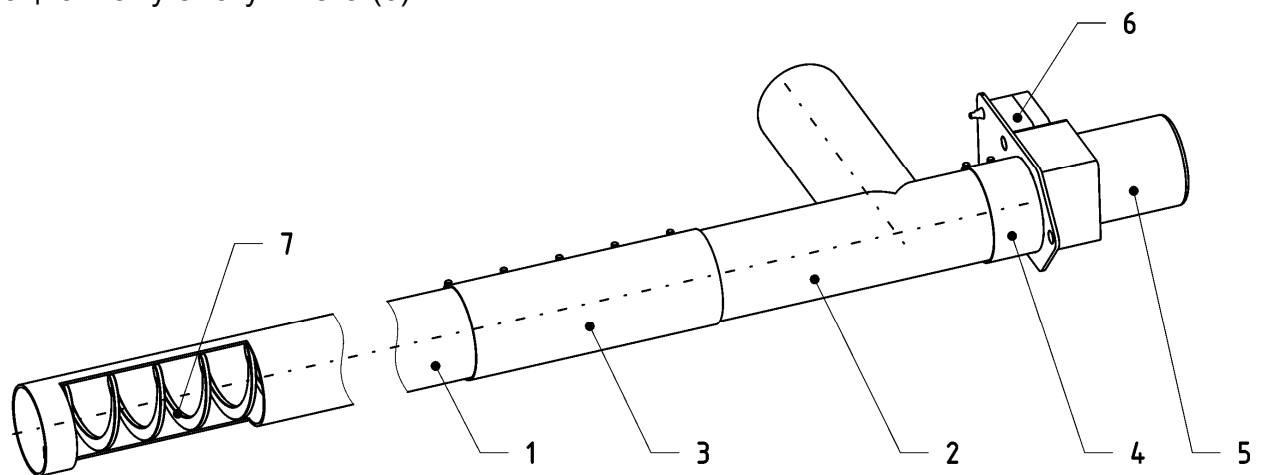

Рисунок 4. Устройство шнека
Подающий шнек (рисунок 4) представляет собой металлическую трубу (1), внутри которой расположен винт шнека (7). В нижней части шнека расположено окно, при установке шнека в бункер вырез окна должен быть обращен вверх. К верхней части шнека при помощи соединительного хомута (3) крепится тройник (2). Привод шнека (5) крепится к тройнику при помощи хомута (4), кабель питания подключается к коммутационному блоку шнека (6).